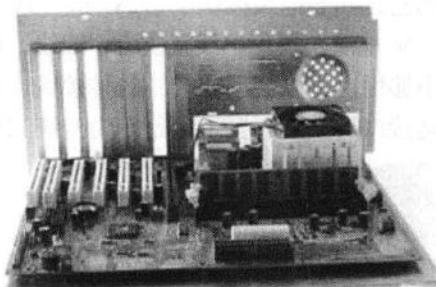

图 1-1-8 主板
(3) 将主板对准 I/O 接口放入机箱，如图 1-1-8 所示。
(4) 将主板固定孔对准螺钉柱和塑料钉，然后用螺钉将主板固定好。
(5) 将电源插头插入主板上的相应插口中。这是 ATX 主板上普遍具备的 ATX 电源接口，只需将电源上同样外观的插头插入该接口即可完成对 ATX 电源的连接。如图 1-1-8 所示是 P4 主板和电源中独具的电源接头，可一一对应插好。